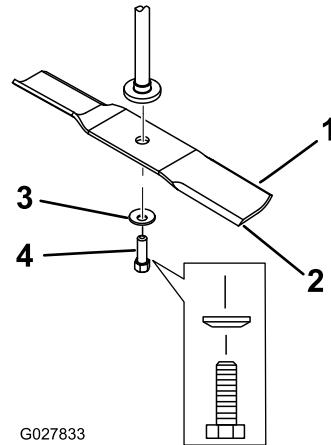

Figura 60
2. Retire del eje el perno de la cuchilla, la arandela curva y la cuchilla (Figura 60).
1. Instale la cuchilla en el eje (Figura 60).
2. Instale la arandela curva (con la copa hacia la cuchilla) y el perno de la cuchilla (Figura 60).